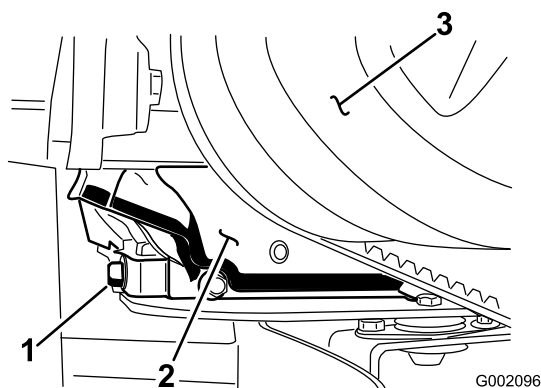

図 27
5. ドレンプラグ（図 27）を外してオイルを容器に受ける。オイルが完全に抜けたら、プラグを元通りに取り付け、17.6 Nm（1.8 kg.m）にトルク締めする。